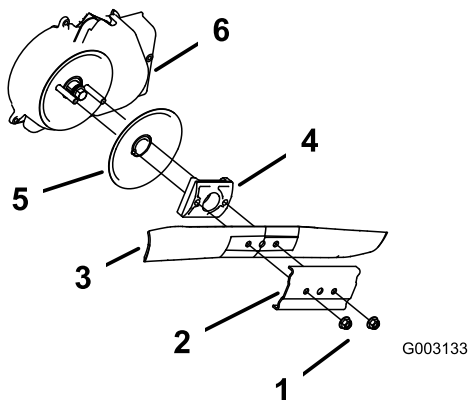

図 45
3. ブレードナット2個とスティフナを取り外す 図 45。
4. ブレードを取り外す 図 45。
5. ブレードドライバとディスクを取り外す 図 45。
6. ブレードブレーキのクラッチのシールドを外す 図 45。
10. ブレードとスティフナを元通りに取り付ける 図 45。